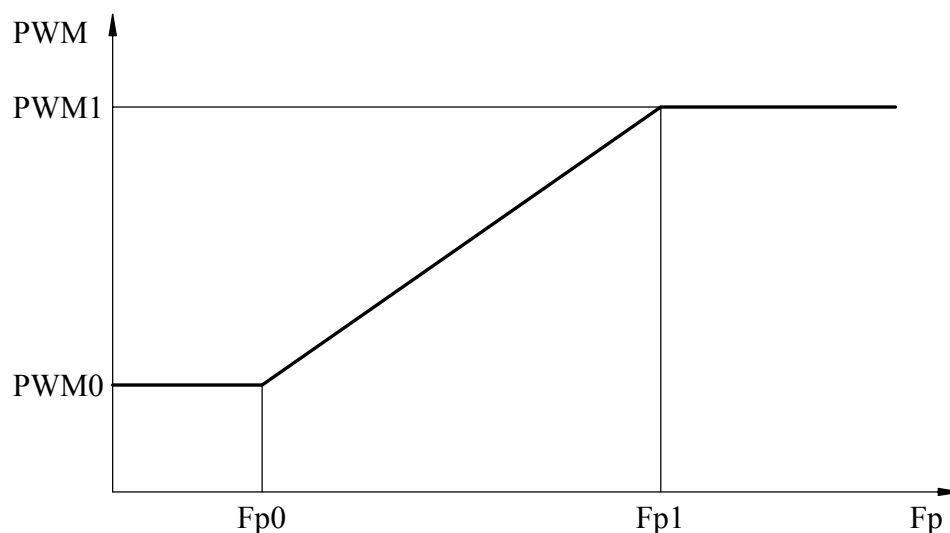

Рис. 6. Зависимость выходного относительного напряжения от частоты и табличных параметров.
3.8.7. **Тип 4** – параметры кривой выходного относительного напряжения ( $PWM=f(Fp)$ ) (рис.6).